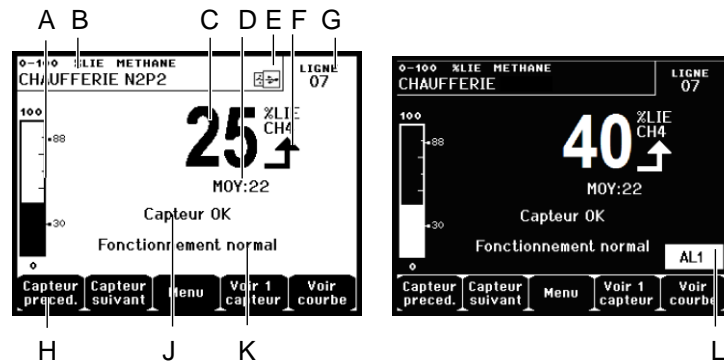

Figure 44 : exemple d'écran d'affichage des mesures en mode normal et en vidéo inverse.
- **Voir 1 capteur** : affichage en mode normal (Figure 44).
L. Zone d'indication des alarmes activées avec affichage clignotant des seuils. L'écran passe en vidéo inverse (Figure 44, écran de droite).
- **ON** : affichage des valeurs avec calcul de la moyenne des mesures sur 15 minutes ou 8 heures, en fonction de la programmation effectuée via l'application *COM 43*. Généralement utilisé lors de l'affichage des mesures relatives aux gaz toxiques. La mention *Valeur moyenne* est affichée sur l'écran (Figure 44, rep. D).